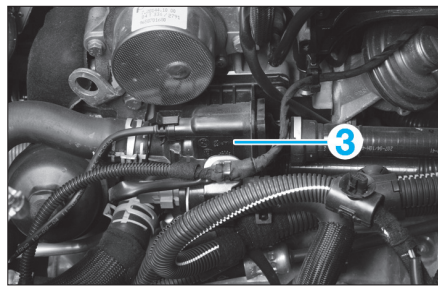

Fig. 53
- le boîtier d'eau (3) et l'écarteur (Fig.53),